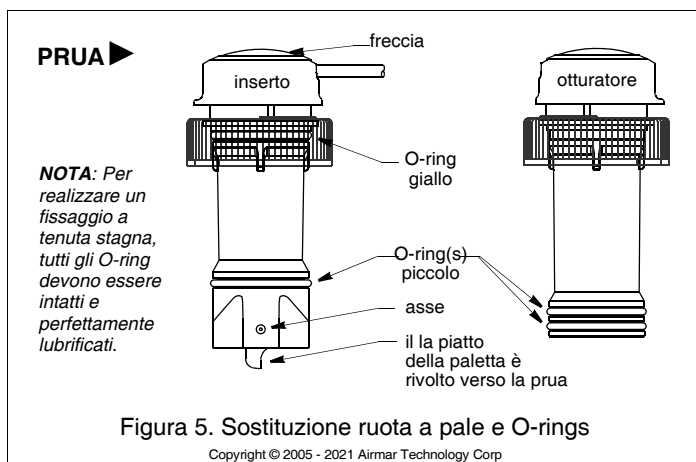

Figura 5. Sostituzione ruota a pale e O-rings
**Alloggiamento in acciaio inox in uno scafo in metallo**—Per evitare la corrosione elettrolitica, l'alloggiamento in acciaio inox deve essere isolato dallo scafo in metallo. Fate scorrere la boccia isolante sull'alloggiamento (Figura 5). Applicate *altro* sigillante marino alle superfici della boccia isolante che saranno a contatto con lo scafo, in modo da riempire ogni cavità nella boccia e intorno ad essa.
5. Per realizzare un fissaggio a tenuta stagna, tutti gli O-ring devono essere intatti e perfettamente lubrificati. Dopo l'asciugatura del sigillante, ispezionate gli O-ring, compreso l'O-ring **GIALLO**, sull'inserto (sostituendoli se necessario) e lubrificateli con il lubrificante al silicone fornito (Figura 5). Lubrificate anche il foro dell'alloggiamento sopra la valvola.
1. Per realizzare un fissaggio a tenuta stagna, tutti gli O-ring devono essere intatti e perfettamente lubrificati. Sull'otturatore, ispezionate tutti gli O-ring (sostituendoli se necessario) e lubrificateli con un lubrificante al silicone o al petrolio (Figura 5).
1. Per rimuovere il vecchio asse della ruota a pale, afferrate l'estremità con piccoli tagliafilì diagonali e tirate (Figura 5).